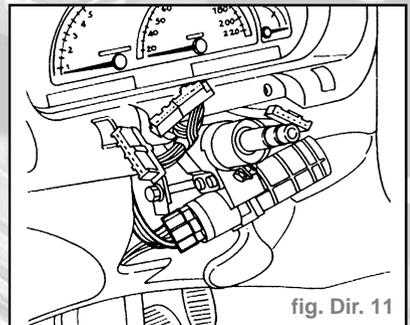

fig. Dir. 11
- Débrancher le connecteur du contacteur à clé (fig. Dir. 11).